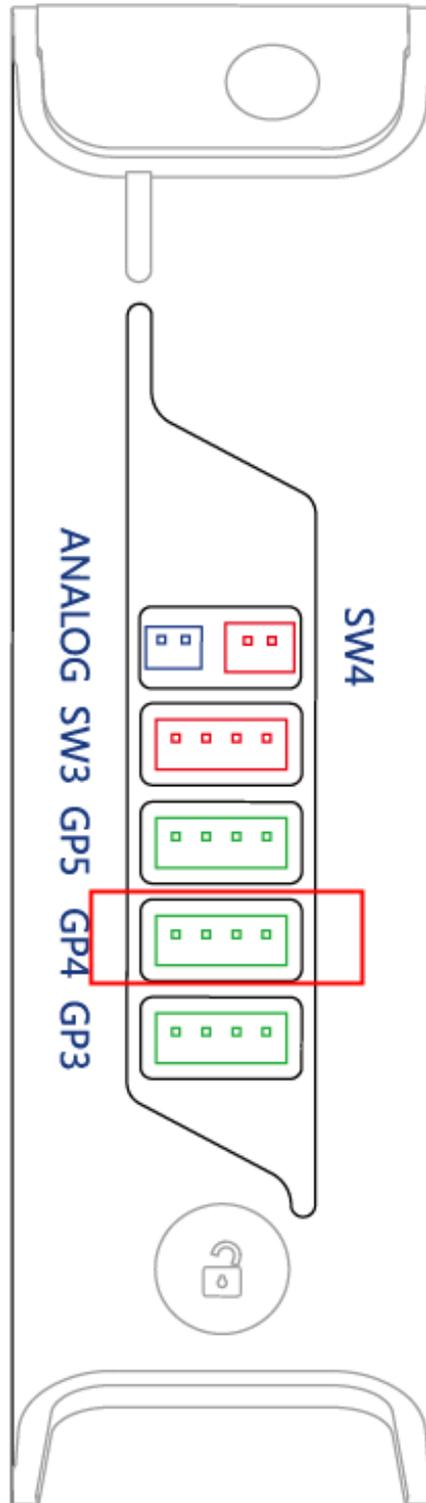

图 5.151 接线位置
**步骤 3** 将自动调平工具连接线插入小臂界面“GP4”，如图 5.151所示。